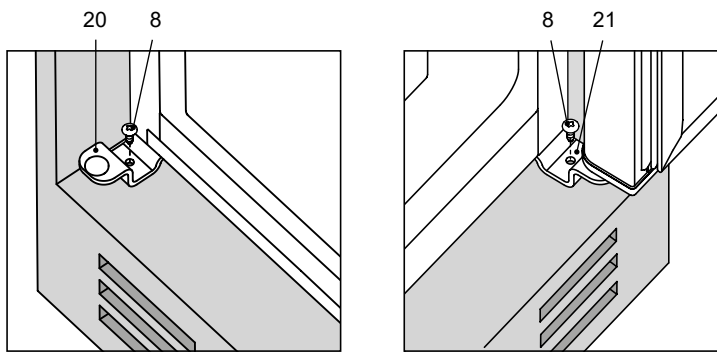

Figura 9
**3.3.2** Pentru a atașa frigiderul la partea inferioară a dulapului de mobilier, fixați suporturile 20 și 21 cu șuruburile 8 în conformitate cu figura 9.